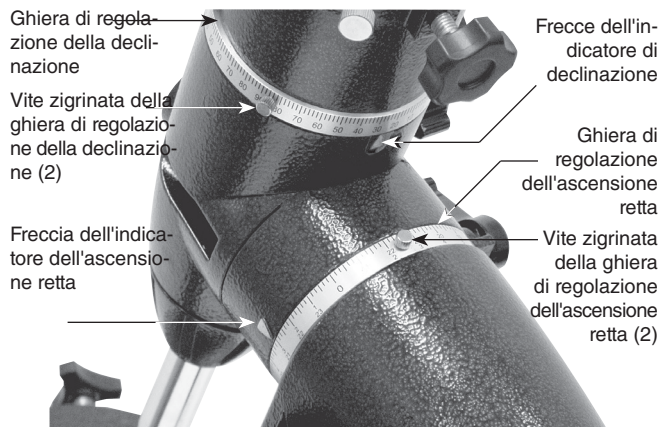

Figura 9. Ghiere di regolazione dell'ascensione retta e della declinazione.
La scala della ghiera di regolazione dell'ascensione retta è in ore, da 1 a 24, con piccole tacche che rappresentano incrementi di 10 minuti (un'ora di ascensione retta corrisponde a 60 minuti). La sequenza inferiore di numeri è per le osservazioni nell'emisfero settentrionale, mentre i numeri nella parte superiore sono per le osservazioni nell'emisfero australe. La posizione della freccia dell'indicatore delle coordinate di ascensione retta è mostrata in **Figura 9**.
4. Allentare una delle viti zigrinate sulla ghiera di regolazione dell'ascensione retta (vedere **Figura 9**) per consentirne la rotazione libera. Ruotare la ghiera di regolazione fino a portare la freccia del puntatore dell'ascensione retta in corrispondenza della coordinata di ascensione retta riportata nell'atlante stellare. Serrare nuovamente la vite della ghiera di regolazione.